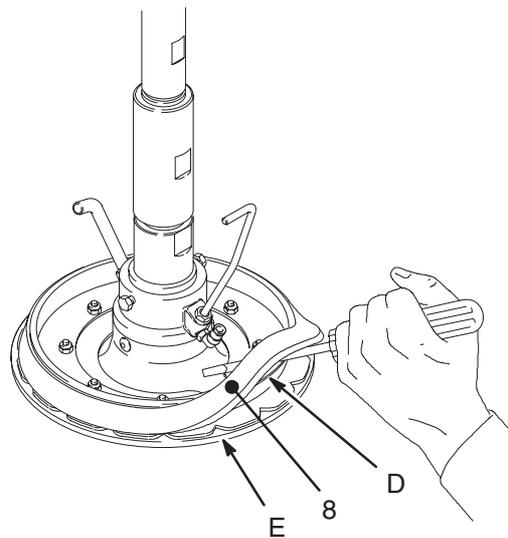
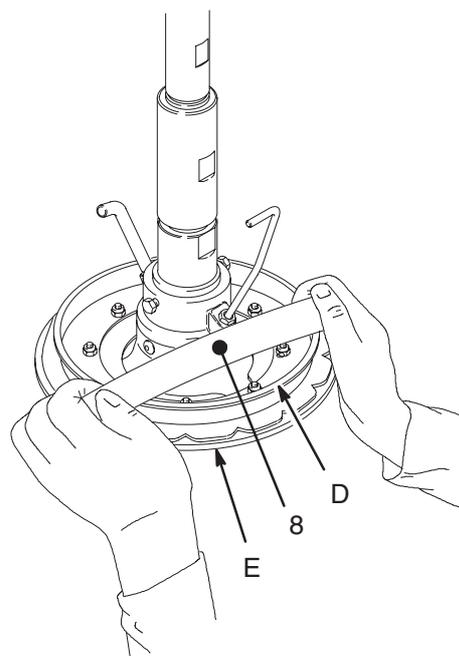
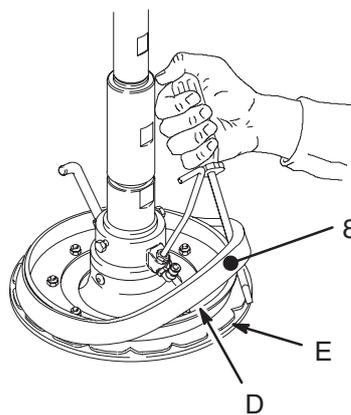

Fig. 10
Fig. 11
Fig. 12
- a. **Para utilizar el plato seguidor con latas de paredes no rectas**, es necesario desmontar el espaciador grande (8). *Trabajando desde la parte inferior*, utilice un destornillador para aflojar el espaciador. Mueva éste hacia arriba hasta que sobrepase completamente la brida (D) del plato seguidor. Vea la Fig. 10. A continuación, con la mano, incline el espaciador y sáquelo del plato, tirando de él hacia abajo hasta pasarlo sobre la brida y los seguidores inferiores (E). Vea la Fig. 11. Guarde el espaciador, pues será necesario en otras aplicaciones.
- b. **Para volver a instalar el espaciador cuando utilice el plato con latas de paredes rectas**, asegúrese primero de que el diámetro grande del espaciador (8) esté dirigido **hacia abajo**. Mueva a mano el espaciador hacia arriba, pasándolo sobre el plato espaciador, de forma que sobrepase completamente la brida (D) del plato seguidor. Vea la Fig. 11. A continuación, *trabajando desde la parte superior*, utilice un destornillador para colocar el espaciador entre la brida (D) y los seguidores (E). Vea la Fig. 12.
4. Conecte un tubo de 965 mm, D.E. de 1/4” (6,3 mm) (F) desde la válvula (G) del aire de asistencia del “ram” hasta el codo (H) del plato seguidor.